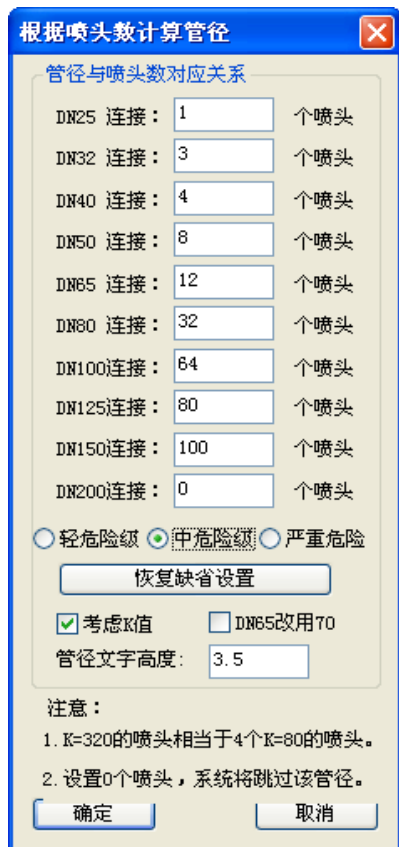

图 5-36 【根据喷头数计算管径】对话框
**02** 输入 PLGJ 命令按回车键, 系统弹出【根据喷头数计算管径】对话框, 设置参数如图 5-36 所示。